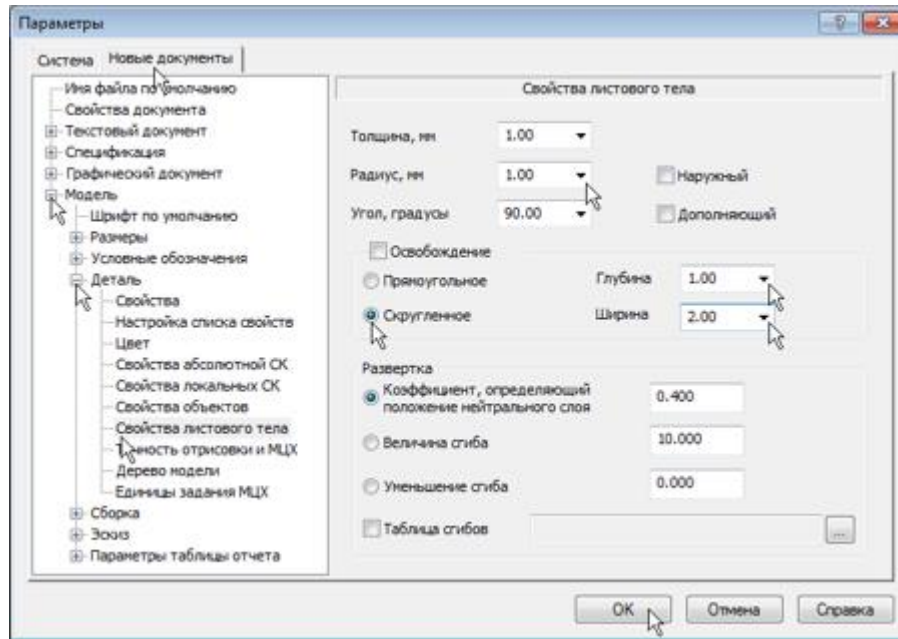

Рисунок 5.
- В окне Параметры откройте ветви Модель – Деталь – Свойства листового тела (рис. 5).